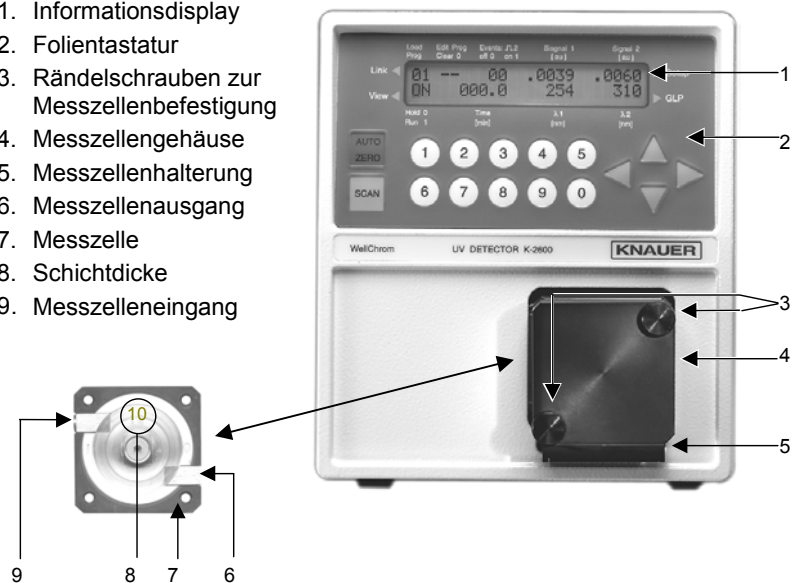

Abb. 2 Frontansicht des K-2600 UV Detektors und Messzelle
Nach dem Einschalten erscheinen auf dem Display, siehe 1 in Abb. 2 auf Seite 41, Informationen wie **HPLC SPECTRAL PHOTOMETER** und die **VERSION** der internen Software, wie **1.07**.
Die folgende Anweisung gilt für den K-2600 UV Detektor ohne Glasfaseroptik, siehe Abb. 2 „Frontansicht des K-2600 UV Detektors“ auf Seite 41.
Siehe Folientastatur (2) in Abb. 2 „Frontansicht des K-2600 UV Detektors“.